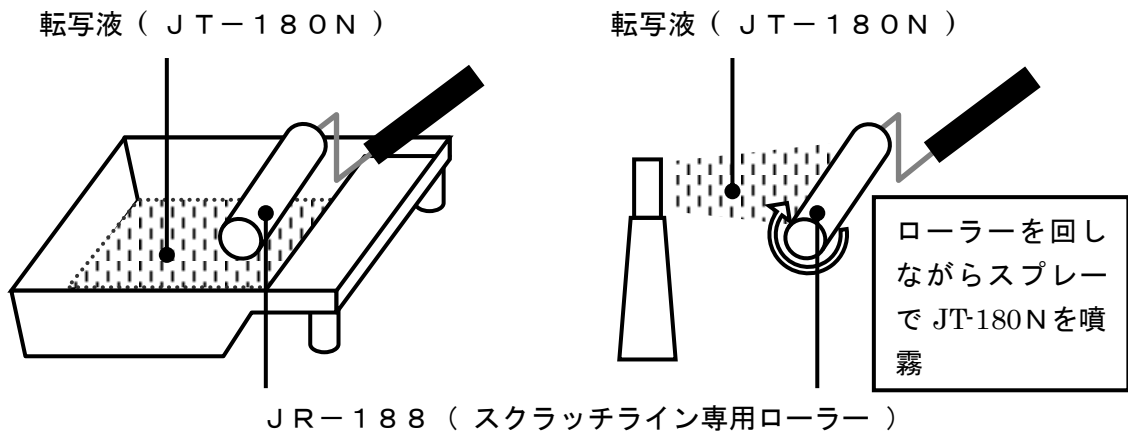

図 2
- ・専用ローラーJR-188に転写液JT-180Nを塗布してください(図2)。